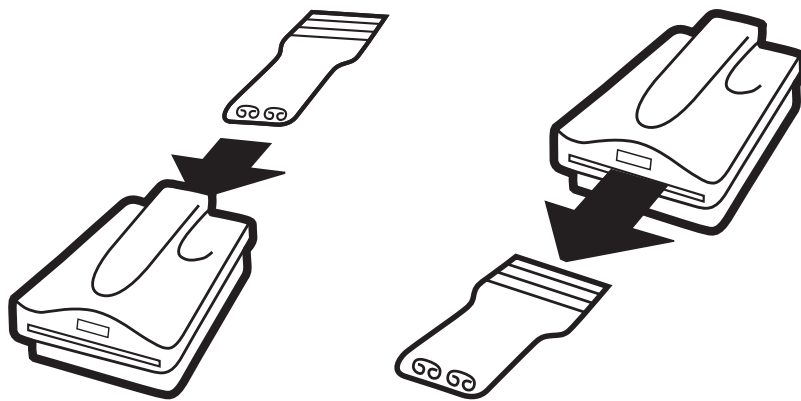

图 5
3. 将工具从加热器背面插入, 然后从正面将工具拉出 (参见图 5)。